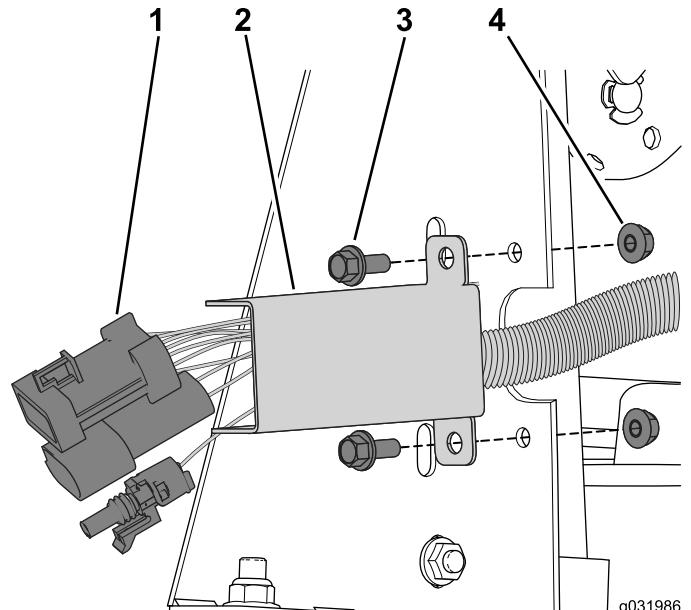

Figura 57
2. Sujete el arnés de cables en el hueco fijando la cubierta de los cables al bastidor lateral con los 2 pernos con arandela prensada y contratuerca (Figura 57).